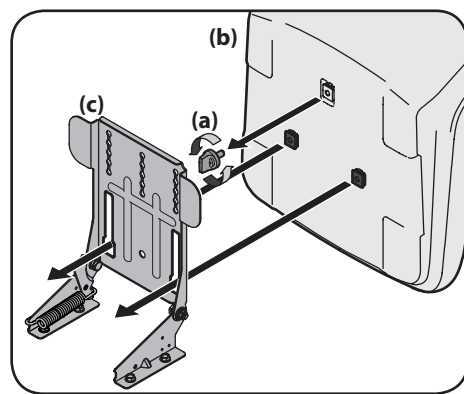

Figura 2-5
1. Retire la perilla de ajuste del asiento (a) de la parte inferior del asiento (b). Consulte la Figura 2-5.
2. Alinee el asiento (b) sobre el soporte de pivote del asiento (c) como se muestra en la Figura 2-5 y monte el asiento (b) en el soporte de pivote del asiento (c) insertando las dos lengüetas de la parte inferior del asiento (b) en las ranuras del soporte de pivote del asiento (c).